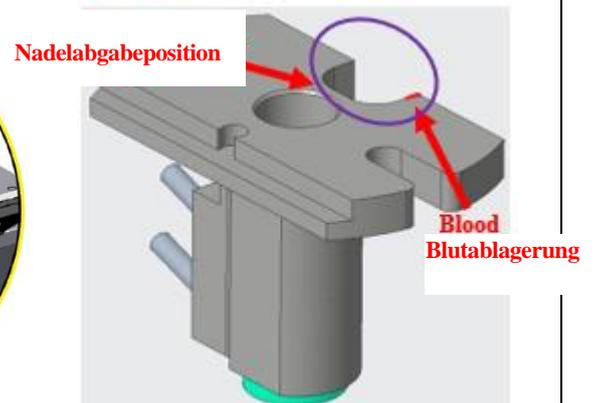

Abbildung 2 – Detail des Abgabennadel-Waschbecher-Pfads
8. Stellen Sie den Pfad der Abgabennadel fest (siehe Abbildung 2 unten).
9. Reinigen Sie den gesamten Rand des Abgabennadelpfads mit einem fusselfreien Wattestäbchen, das in destilliertem Wasser angefeuchtet wurde, und untersuchen Sie es auf das Vorhandensein von Blut auf dem Wattestäbchen (siehe Abbildung 2).